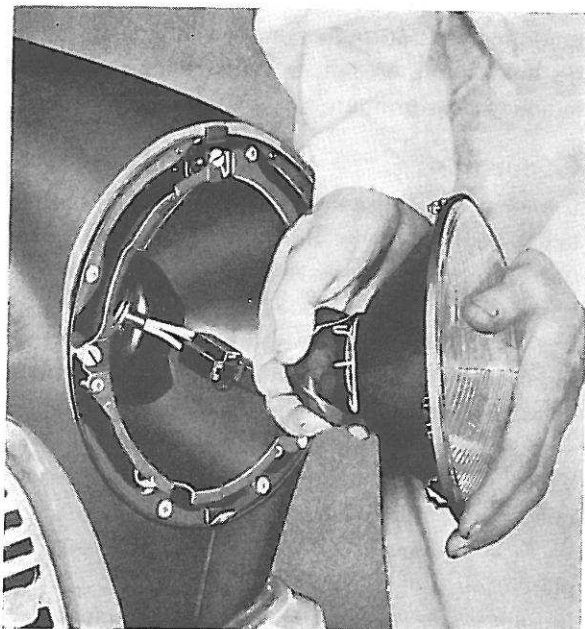
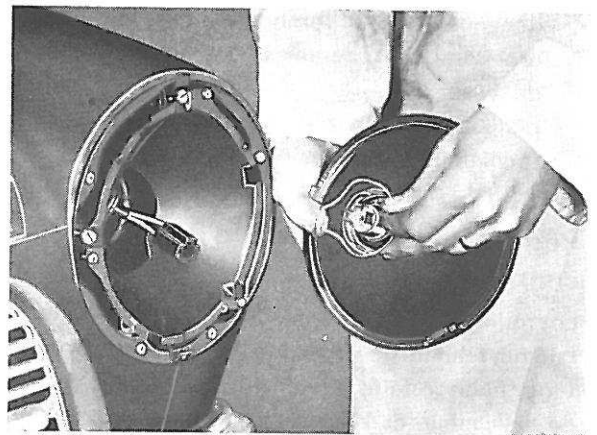

Figure 82. Démontage du caoutchouc de protection
Figure 83. Enlèvement du ressort de retenue de l'ampoule
3. Si la voiture est équipée de codes asymétriques, commencer par enlever le caoutchouc de protection en se référant à la figure 82, ensuite le ressort de fixation de l'ampoule, voir figure 83.